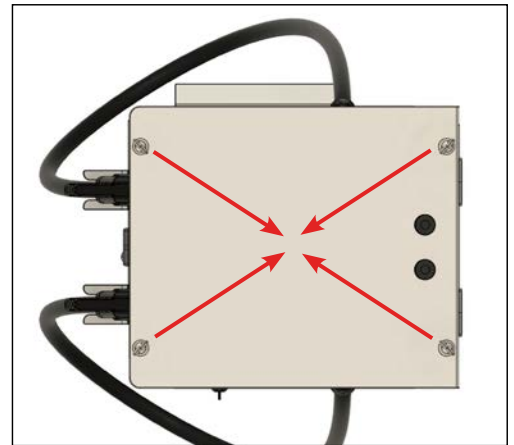
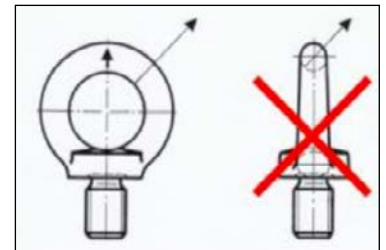

Abb. 12: Ausrichtung Ringschrauben
Abb. 13: Seitenzug Ringschrauben
- Auf Ausrichtung der Ringschrauben achten: Seitenzug darf nicht angewendet werden: siehe Abb. 12 und Abb. 13.